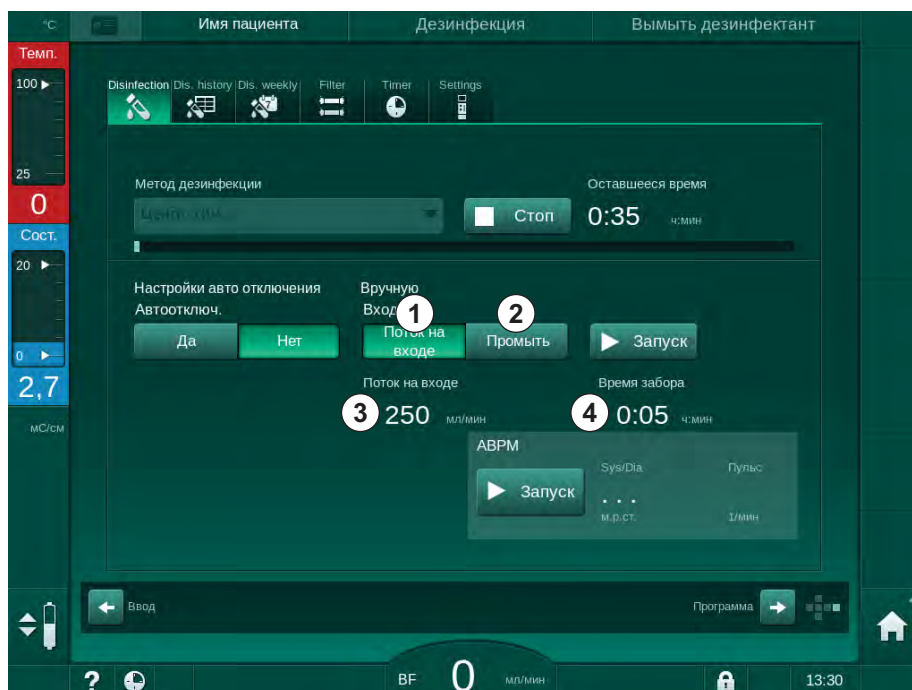

Рис. 7-10 Центральная ручная химическая дезинфекция
В первой части этого метода дезинфекции дезинфектант отбирается из источника центрального водоснабжения и прокачивается через аппарат (Рис. 7-10, ①). Скорость потока ③ и время подачи ④ задаются в режиме *Пользовательская настройка*. Подача останавливается по истечении заданного времени.